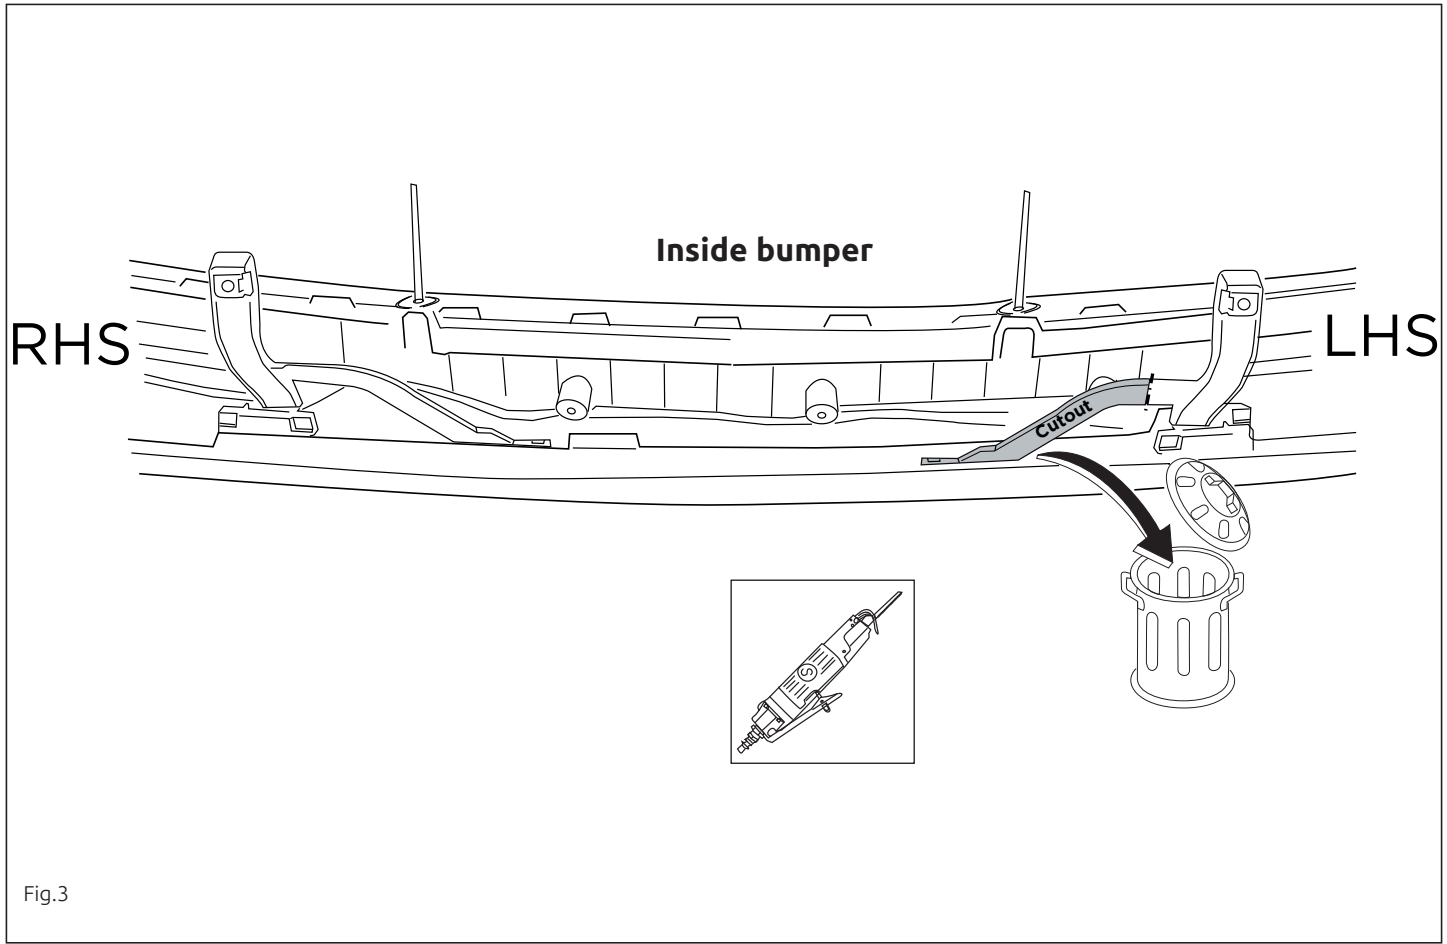

Fig.3
11. **Если имеется:** Выпилить обозначенную часть, как указано на рис. 3.